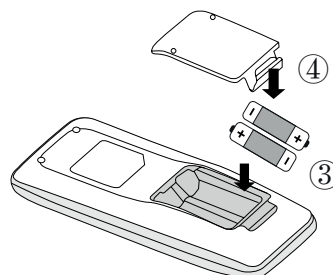

Fig. 2
3. Installare due batterie nuove di tipo AAA, 1.5V, prestando attenzione a rispettare le polarità indicate “ \oplus ” e “ \ominus ” (come mostrato in Fig. 2 ③).
4. Reinstallare il coperchio dell'alloggiamento delle batterie, come mostrato in Fig. 2 ④.